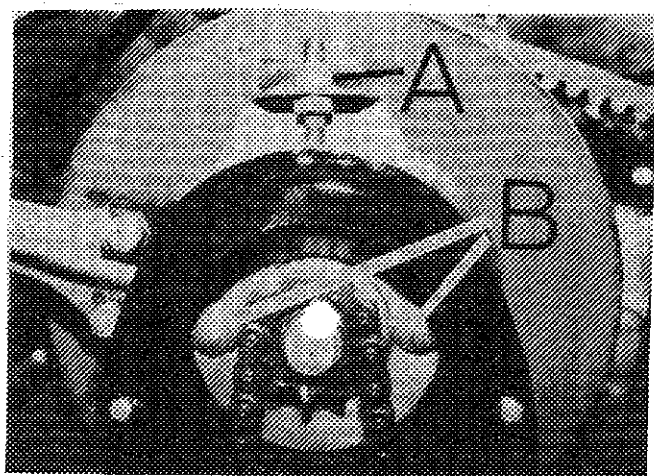

Bild 24
Tag bort gummilocket. Lossna bultarna för variatoraxelns båda lagerhållare (B). Lyft variatoraxeln genom att justera muttrarna (A) för kedjesträckaren på kedjehuset. Axeln måste justeras lika på båda lagerhållarna för att behålla horisontalläget. Lämplig kedjesträckning är då kedjan med fingret kan förskjutas ca 10-15 mm mellan ytterlägena mitt mellan kedjehjulen. Dra fast låsmuttern för kedjesträckaren och skruvarna för lagerhållarna. Montera gummilocket (bild 24 - 25)